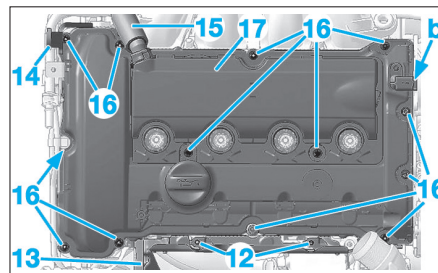

Fig. 3
- Débrancher le capteur de phasage arbre à cames admission en (b) (Fig.3).